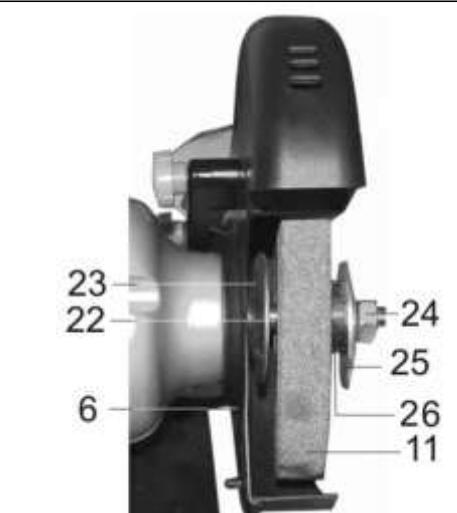

Рис. 5
11.1. Для замены шлифовального круга (11), Рис. 5, необходимо:
- отключить шнур питания (13) от розетки источника электрического тока;
- демонтировать наружную крышку (6);
- скрутить гайку (24) со шпинделя (22);
- снять внешний фланец (25) и шлифовальный круг (11);
- демонтировать втулку (26);